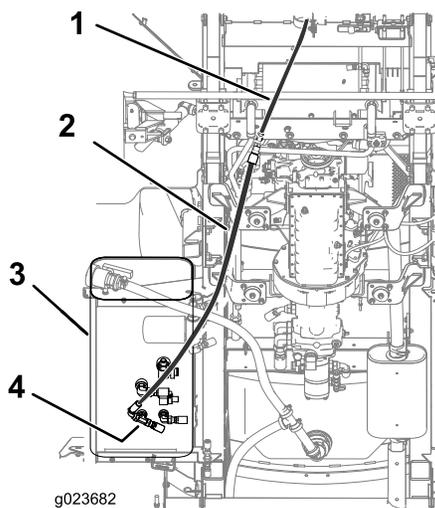

Figura 3
- 4. Conecte la manguera hidráulica a la manguera de este kit (Figura 3).
- 5. Retire la manguera que está instalada actualmente en el depósito hidráulico, en el lugar que ocupa el acoplamiento en T de la Figura 3.
- 6. Cambie el acoplamiento de ese lugar por el acoplamiento en T e instale la manguera retirada en el paso anterior y la manguera del kit (Figura 3).